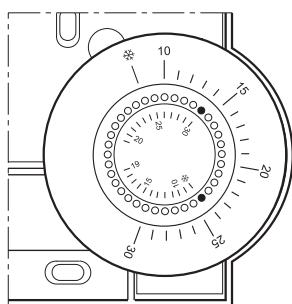

Fig. 16: Het regelbereik beperken
- ▶ Om het regelbereik te beperken, plaats de twee smalle pinnen in de gaten van de kiesschijf (zie Fig. 16). Oriënteer u op de basis van de binnenste schaal: In Fig. 16, zijn de pinnen zodanig aangebracht dat de kiesschijf slechts kan worden ingesteld binnen het bereik van 19 °C tot de vorstbeveiliging * (ondergrens) en 19 °C tot 30 °C (boven grens), rond de waarde van 19 °C.